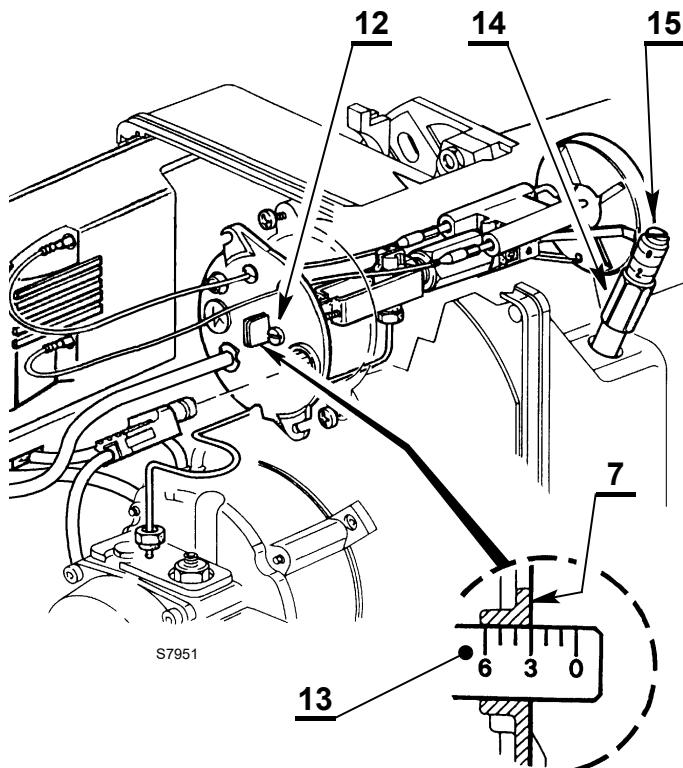

Fig. 9
- Girar en sentido horario o antihorario el tornillo de regulación 12) (Fig. 9) hasta que la muesca de la brida de regulación 13) (Fig. 9) coincida con el plano exterior del conjunto porta-boquilla 7) (Fig. 9).
- Aflojar la tuerca 14)(Fig. 9) y calibrar el registro de aire con el tornillo 15)(Fig. 9).